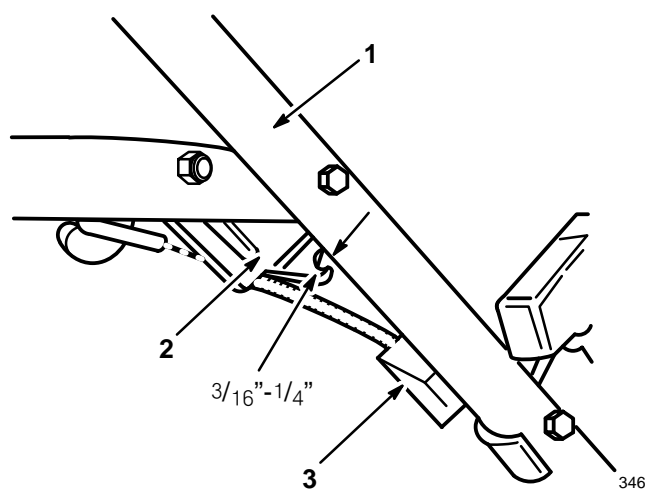

Figure 27
2. **COMPRUEBE EL AJUSTE** (Figs. 27 y 28)— Mueva la barra de control hacia la manija hasta eliminar el aflojamiento del cable. El espacio entre la palanca del freno y la manija debe ser de 4,8 - 6,35 mm ( $3/16$ - $1/4$  pulg.). Consulte el ajuste en el paso 3.
### Modelo autopropulsado (Fig. 27)